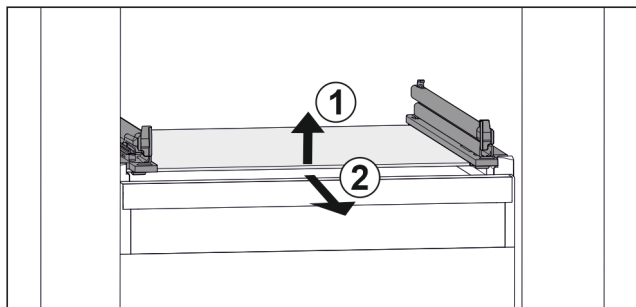

Fig. 44 Příklad znázornění skleněné desky
- ▶ Nadzvedněte skleněnou desku vpředu. Fig. 44 (1)
- ▶ Vyjměte skleněnou desku dopředu. Fig. 44 (2)